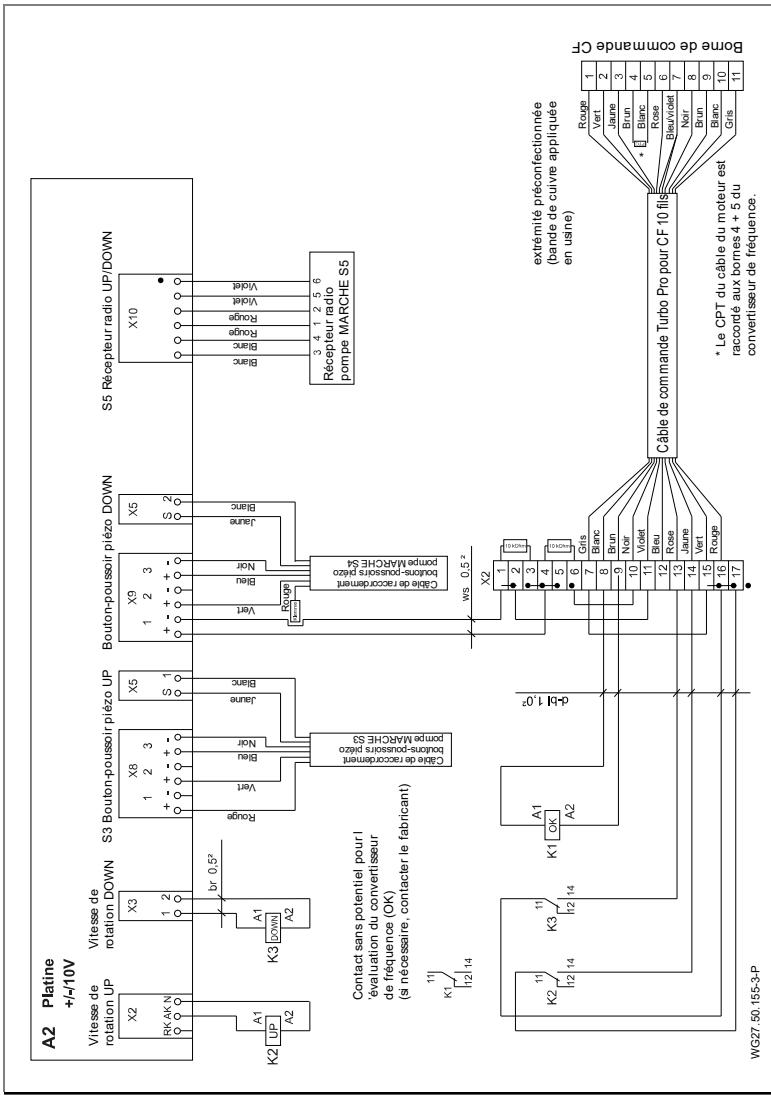

Fig. 18
14. Les fils pour la résistance CPT (brun / blanc) doivent être câblés conformément au schéma de connexions. Voir "Fig. 18", page 36.